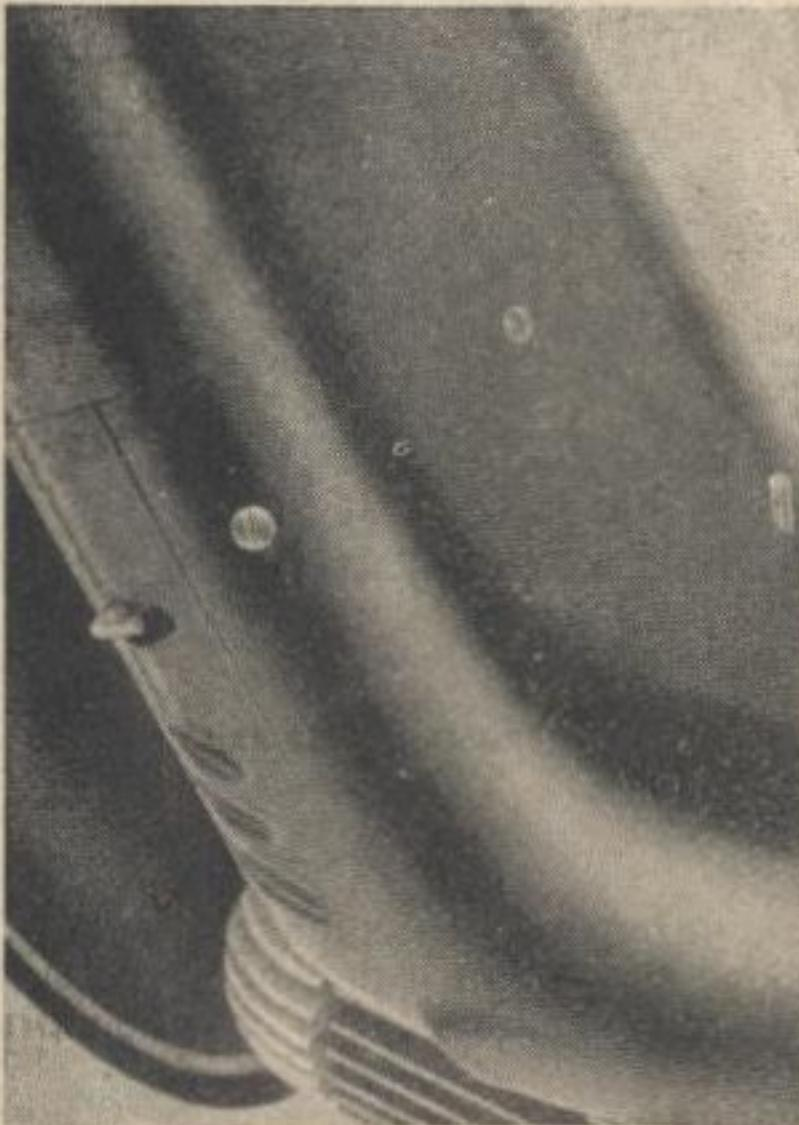

Рис. 9. Бензокранник
- Открыть бензокранник (рис. 9).